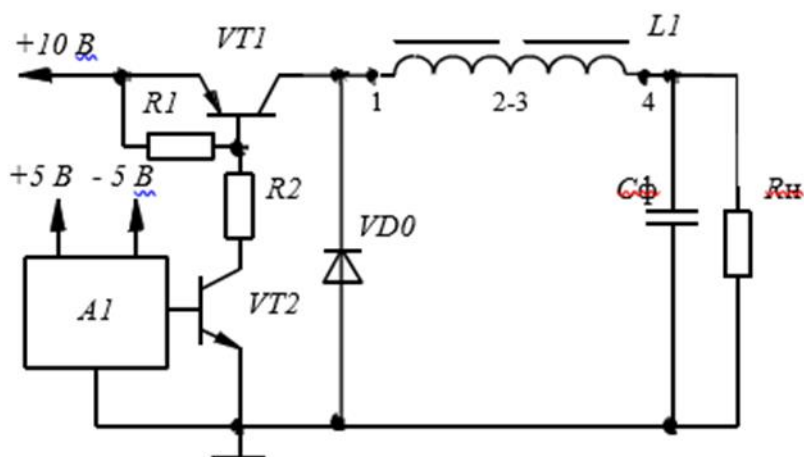

Рис. 1
Ознакомиться с теоретическими сведениями и методикой расчета ППН, схема которого приведена на рис.1. Рассчитать требуемые параметры и выбрать из справочника элементы силовой части преобразователя (ключ VT1, диод и конденсатор фильтра). Рассчитать КПД преобразователя учитывая потери в ключе, диоде и дросселе. При расчете принять следующие параметры:
- 3.1.Собрать на стенде схему регулятора постоянного напряжения в со-ответствии с рис.1
5.3. Что произойдет в схеме, если две обмотки дросселя включить не со-гласно, как на рис.1, а встречно?